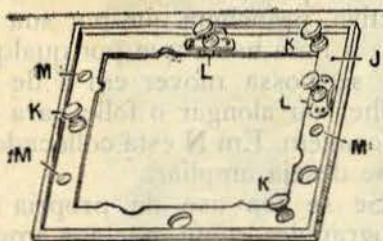

Fig. 5
2.º — Fig. 5. Um outro quadrado de cobre, movel J, possuindo tres parafusos K, e tendo, como o quadrado precedente, dois ferrolhos com parafusos, que teem por fim immobilisar uma chapa positiva do mesmo formato que o cliché. Tres buracos M correspondem exactamente ás tres cavilhas F da figura 4.
N'este processo de retoque por meio do *papel auto-retocador*, o quadro movel J (fig. 5) não é aproveitado, quadro que é expressamente destinado ao retoque por meio do positivo em vidro e de que nos occuparemos no nosso proximo numero. (1)